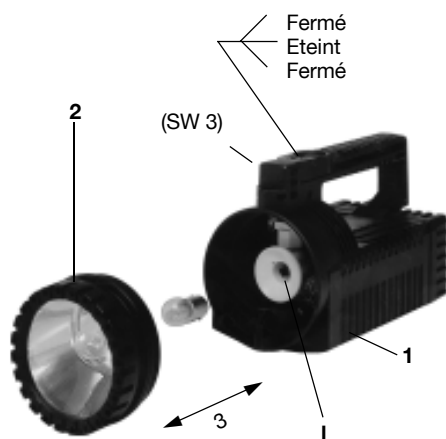

Fig 1
En tournant la bague de serrage env. 2 fois (fig. 1 et 2, pos. 2), la lumière diffusée peut être changée en lumière ponctuelle.
2. Desserrer la vis à six pans creux SW3 en tête de la poignée (fig. 1).
2. Desserrer la vis à six pans creux SW3 à l'arrière du bloc batterie embrochable (fig. 1) et sortir les piles.